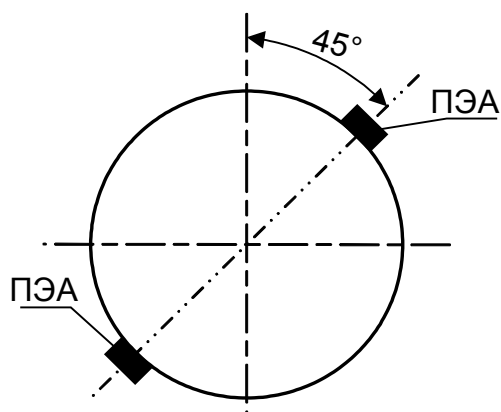

Рис.2. Рекомендуемое положение ПЭА на трубопроводе относительно вертикали.
- ПЭА рекомендуется устанавливать таким образом, чтобы плоскость, проходящая через оба ПЭА и ось трубопровода находилась под углом около 45° к вертикали (рис.2);